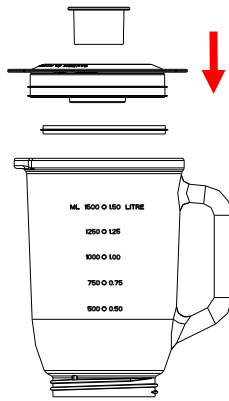

Fig.4
- 3.2 Remettez l'assemblage du bol à l'endroit. Enroulez le joint 1 autour de la partie inférieure du couvercle et placez ce dernier sur l'assemblage du bol. Placez le verre mesureur correctement sur le couvercle en fixant les petites projections des deux côtés du verre dans les fentes du couvercle et tournez dans le sens des aiguilles d'une montre jusqu'à ce qu'il soit bien serré. (voir Fig.4)